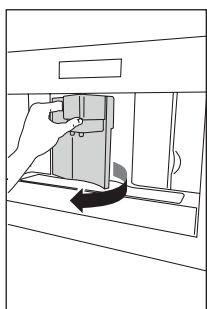
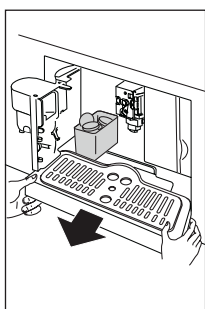

Рис. 23
Рис. 24
- ▶ Откройте сервисную дверцу в передней части прибора (Рис. 23), извлеките поддон (Рис. 24) и очистите его.